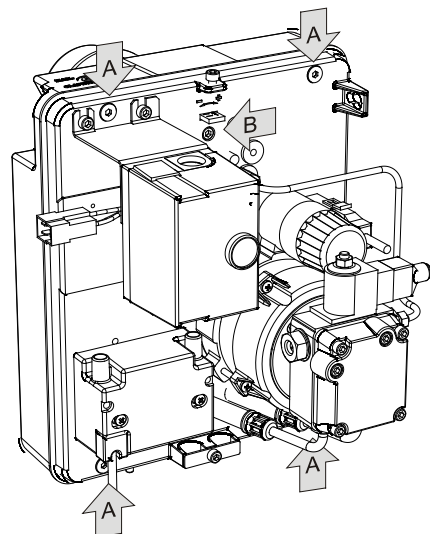
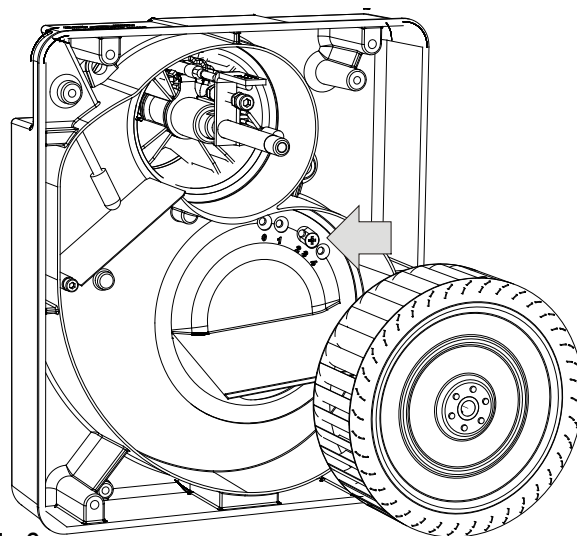

fig.1
fig.2
- Ajuste del regulador de admisión de aire. El acceso al regulador de admisión de aire (fig. 2) se realiza desde el interior del quemador. Para ello se deben soltar previamente los 4 tornillos de amarre (fig. 1; A) y extraer todo el bloque del quemador del tubo de combustión. Este regulador dispone de cuatro posiciones (4=presión mínima; 1=presión máxima). Para variar la presión se debe soltar el tornillo de sujeción y volver a fijarlo en la posición deseada. A continuación se muestra una tabla de referencia de las posiciones del regulador de admisión de aire en cada modelo de caldera. Esta tabla muestra los ajustes óptimos efectuados a 500 metros sobre el nivel del mar con las condiciones de chimenea indicadas en cada caso. Los valores señalados con [*] indican la configuración de fábrica.
- Ajuste del sistema de mezcla (fig. 1; B). El dispositivo de mezcla del quemador se debe ajustar en función del inyector utilizado, de la presión de la bomba y de las características de la cámara de combustión.